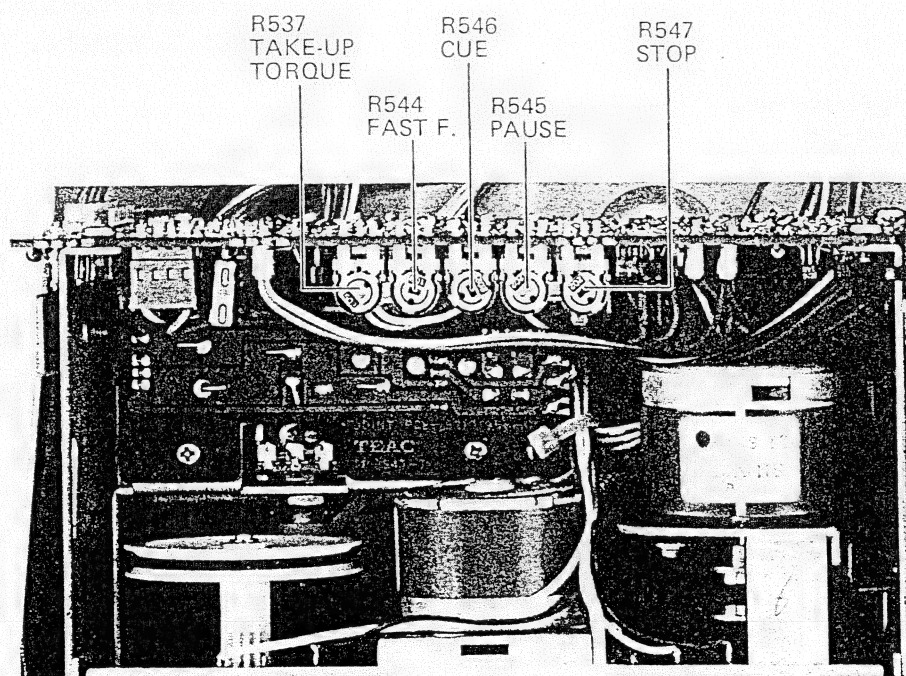

Fig. 5-3
1. With the deck in STOP mode, adjust the trim pot R547 (Fig. 5-3) so that the head base comes to the lowest position.
1. ストップ・モード時に、ヘッド・ベースが最も下方にくるように半固定抵抗 R547 (図5-3) を調整する。
1. Run the deck in the F.F. (fast forward) or REW (rewind) mode and adjust the trim pot R544 (Fig. 5-3) so that the following two conditions are obtained.
Make sure cue signal is developed when the FF or REW button is pushed with the PAUSE mode set. If the cue signal is not developed or the level is excessively low, adjust the trim pot R546 (Fig. 5-3).
1. F.F (早送り) または RWD (早巻戻し) モード中に下記の状態が得られるように半固定抵抗 R544 (図 5-3) を調整する。
ポーズ・モードにして FF ボタンまたは REW ボタンを押した時にキュー信号が出るかどうか確認する。キュー信号が出ないかまたは信号レベルが極端に低い場合は、半固定抵抗 R546 (図 5-3) を調整する。
2. If the take-up torque is out of the limits, adjust the trim pot R537 (refer to Fig. 5-3).
2. もしテイクアップ・トルクが規定値から外れている場合は、半固定抵抗 R537 (図5-3参照) を調整する。